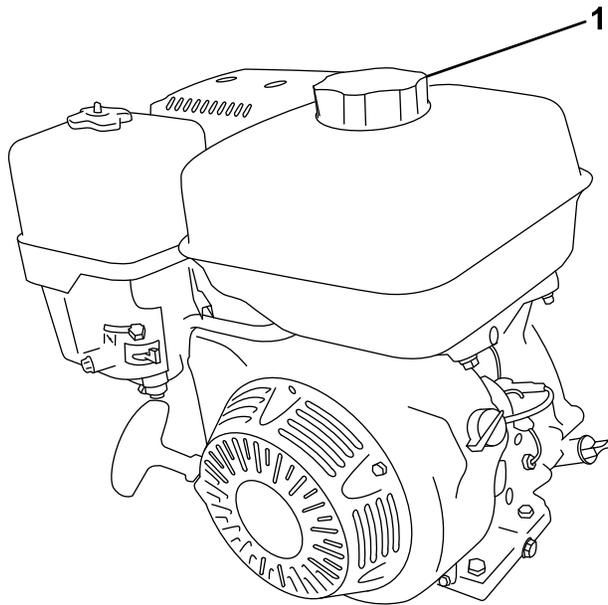

Figura 30
2. Limpie alrededor del tapón de combustible y retire el tapón (Figura 30).
4. Coloque el tapón del depósito de combustible firmemente (Figura 30).